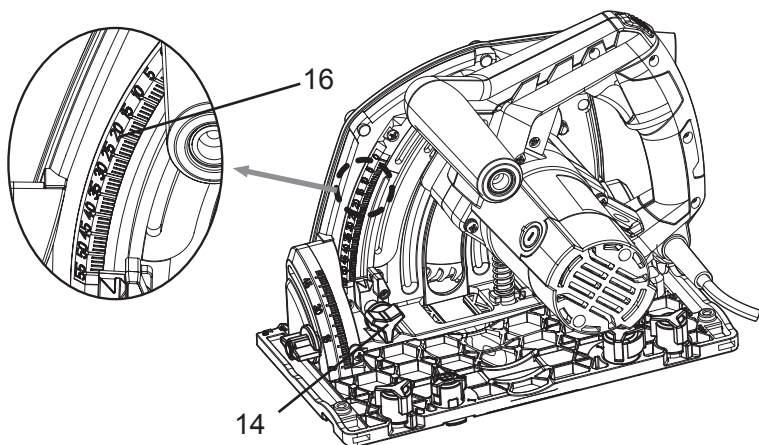

Fig. 3
1. Afloje la perilla de ajuste de la profundidad (14) y desplácela hasta la profundidad de corte deseada tomando como referencia la escala de profundidad (16). (Ver Fig. 3)
**NOTA :** Los valores graduados en la escala de profundidad (16) se aplican a cortes rectos (corte a 90°). La palanca de compensación del carril guía (15) debe estar hacia arriba cuando se utilice la sierra de inmersión sin carril guía. La compensación del carril se utiliza para compensar el grosor del carril guía cuando la sierra de inmersión se usa sin el mismo.